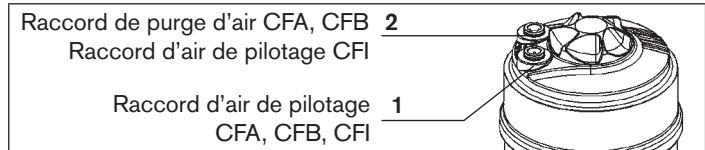

Fig. 6 : Raccordement pneumatique
- Raccorder le fluide de pilotage au raccord d'air de pilotage 1 de l'actionneur (voir « Fig. 6 : Raccordement pneumatique »).
- Insérer le silencieux dans le raccord de purge d'air libre 2 (voir « Fig. 6 : Raccordement pneumatique »).
- Raccorder le fluide de pilotage au raccord d'air de pilotage 1 et 2 de l'actionneur (voir « Fig. 6 : Raccordement pneumatique »)